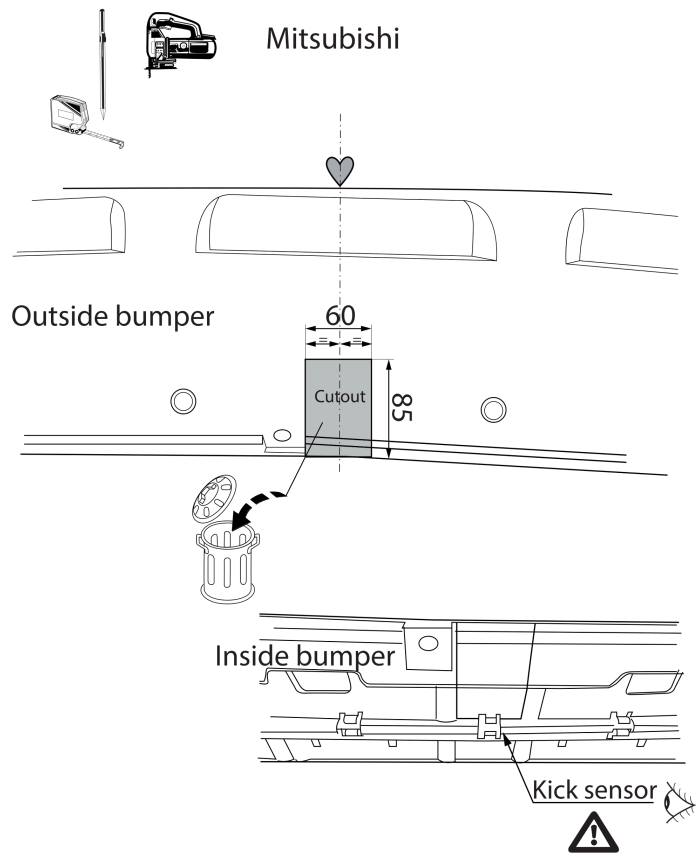

Fig. 3
7. Выпилить часть из бампера в середине снизу, как указано на рис. 3 & 4.